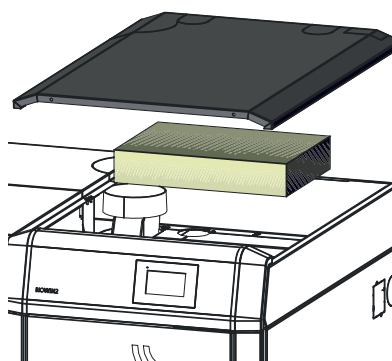

Fig. 147 Applicare l'isolamento e il coperchio del rivestimento
- Applicare l'isolamento sul coperchio delle superfici riscaldanti e il coperchio del rivestimento – Fig. 147